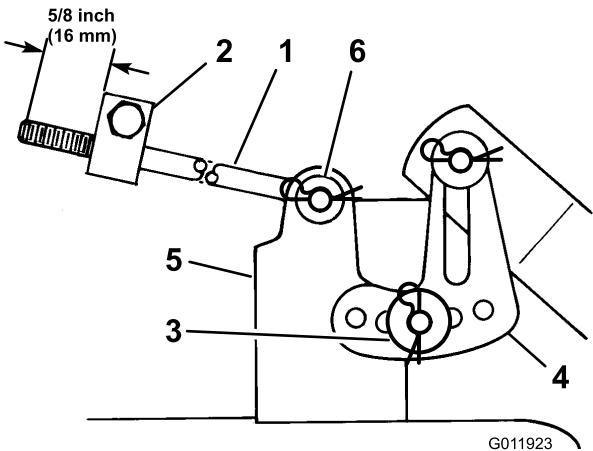

Figura 13
4. Togliete la coppia a forcina e la rondella dalla staffa di livellamento (Figura 13).
5. Per livellare la lama (o lame), riposizionate la staffa di livellamento in un foro diverso, e montate la rondella e la coppia a forcina (Figura 13).